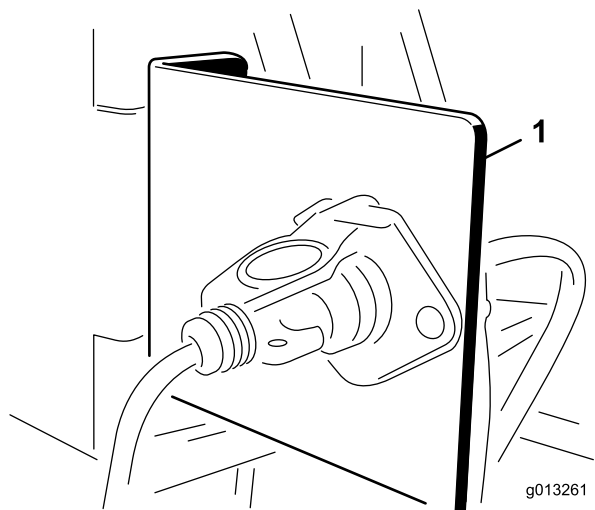

図 8
1. 電気ソケット・ブラケットを牽引車両後部の適当な場所に取り付け固定する付属のブラケット2種類のうちの1つを使用する 図 8。